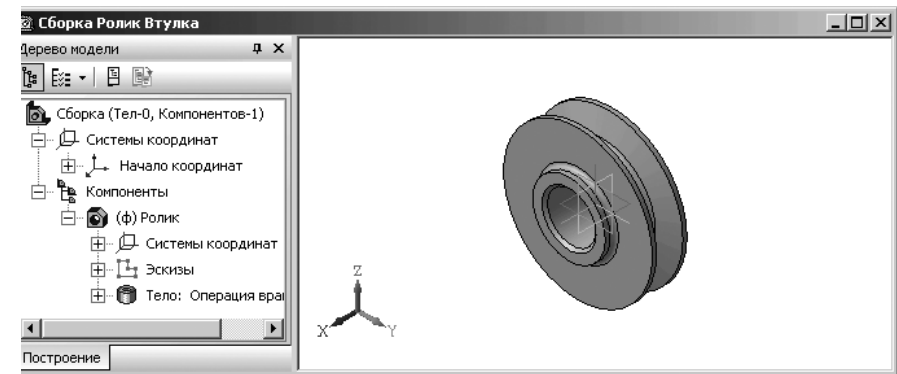

Рис. 6.33. Окно **Сборки** с базовой деталью **Ролик**
- щелкните дважды на панели инструментов **Текущее состояние** по полю **Текущий масштаб**, а затем введите в это поле значение масштаба 0,2 и нажмите клавишу **Enter** для фиксации введенного масштаба. Почвится модель ролика в нужном нам масштабе (рис. 6.33).